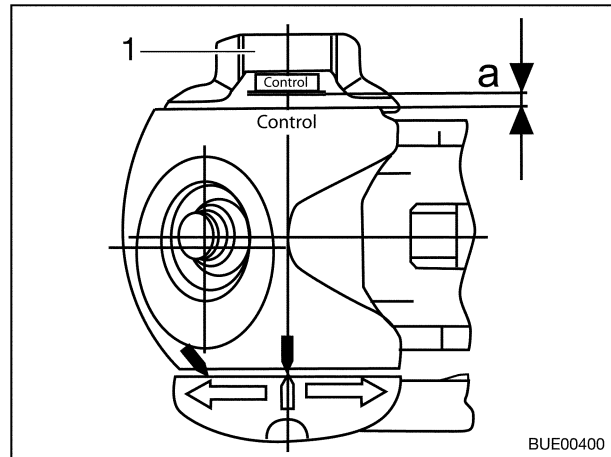

Bild 106 Verschleißkontrolle
- Handrad (Bild 106,1) zudrehen, bis die Drehmomentbegrenzung hör- und spürbar durchratscht. Drehrichtung: im Uhrzeigersinn.
- Abstand $a > 0$ (Bild 106): Verschleiß innerhalb des zulässigen Bereiches.